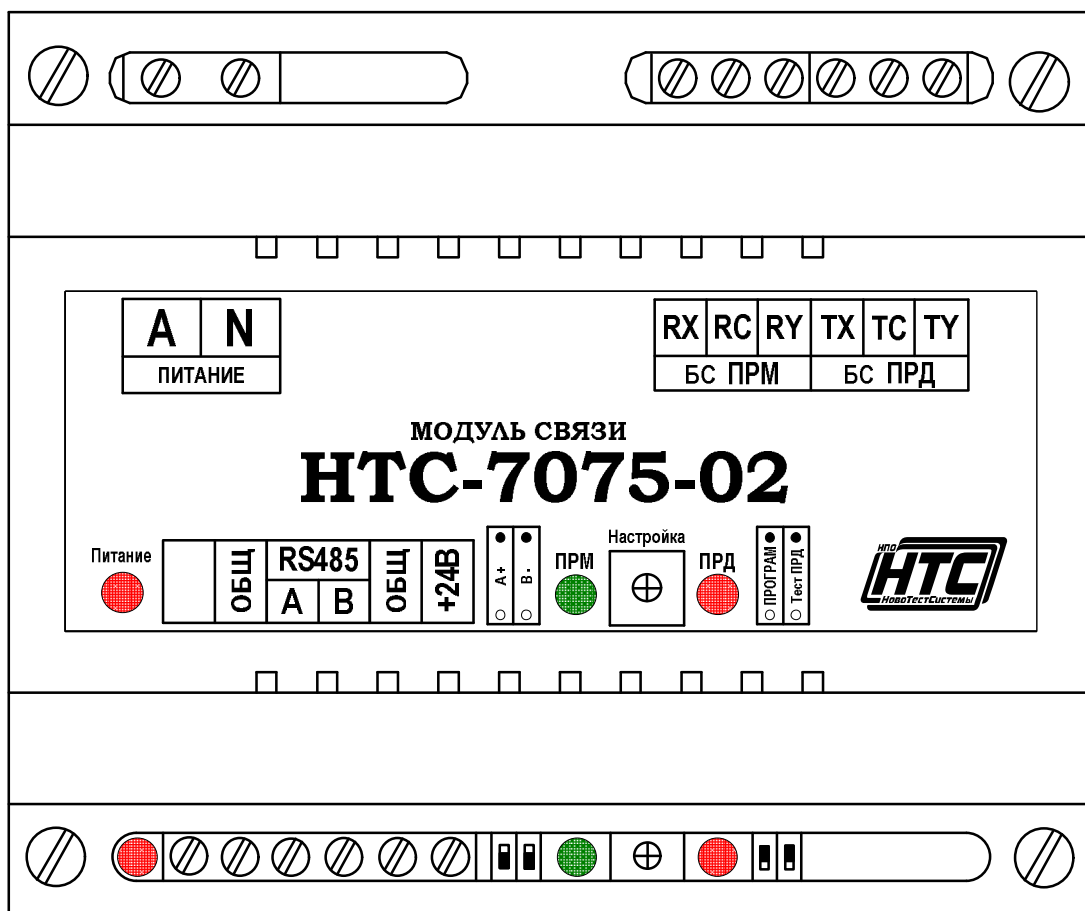

Рисунок 1. Внешний вид модуля связи НТС-7075-02
1.5.1. Внешний вид модуля связи НТС-7075-02 приведен на рис. 1.